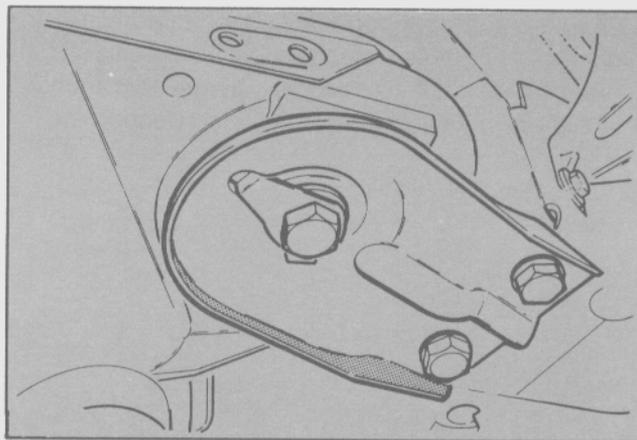

Fig. 54. Fijación del travesaño (plato guía)
- Enderezar la chapa-seguro y retirar el tornillo central del plato guía (Fig. 54).